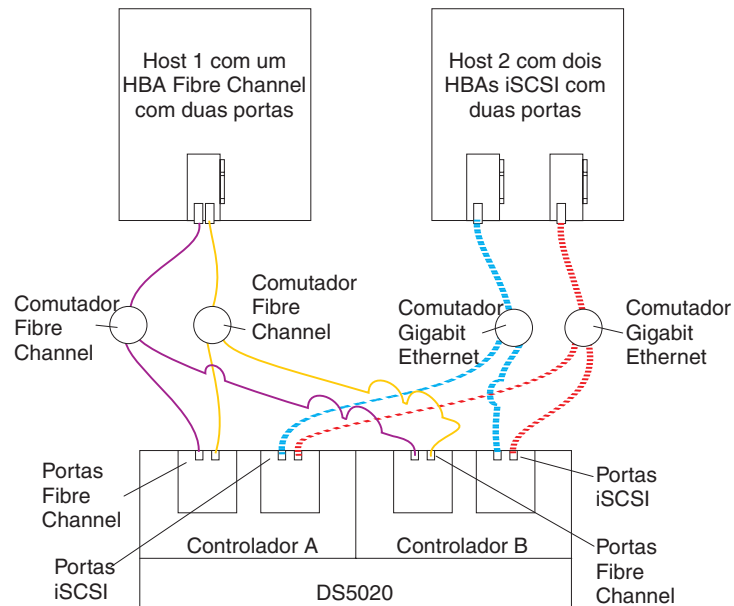

Figura 65. Exemplo de uma configuração de múltiplos hosts com múltiplas portas e com múltiplos comutadores
- Configuração de múltiplos hosts com múltiplos comutadores, como mostrada na Figura 65 na página 99
A Figura 65 na página 99 mostra um exemplo de uma configuração de múltiplos hosts com múltiplas portas e múltiplos comutadores.